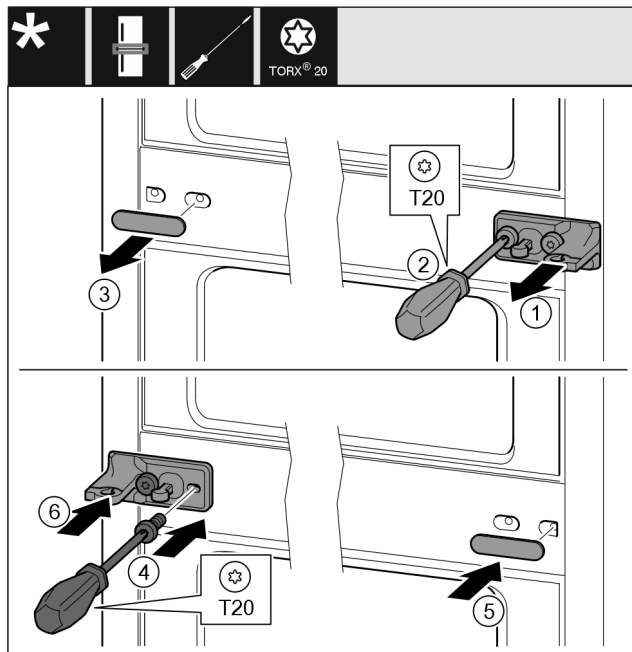

Fig. 13
- Sfilare la rondella Fig. 13 (1).
- Estrarre le viti Fig. 13 (2) con un cacciavite.
- Estrarre la copertura Fig. 13 (3) con cautela.
- Stringere bene il blocco di supporto con pellicola Fig. 13 (4) ruotato di 180° sull'altro lato.
- Applicare la copertura Fig. 13 (5) ruotata di 180° sull'altro lato.
- Infilare la rondella Fig. 13 (6) dal davanti.